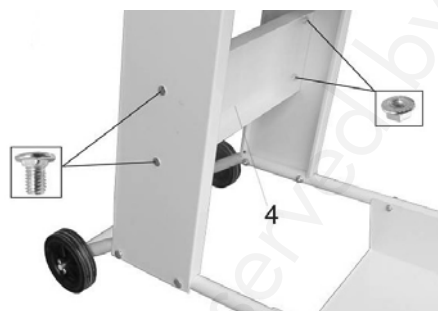

Fig. 5 : Montage de la plaque transversale
3. Vissez la plaque transversale (4, fig. 5) en place avec les vis à tête carrée M8x10.